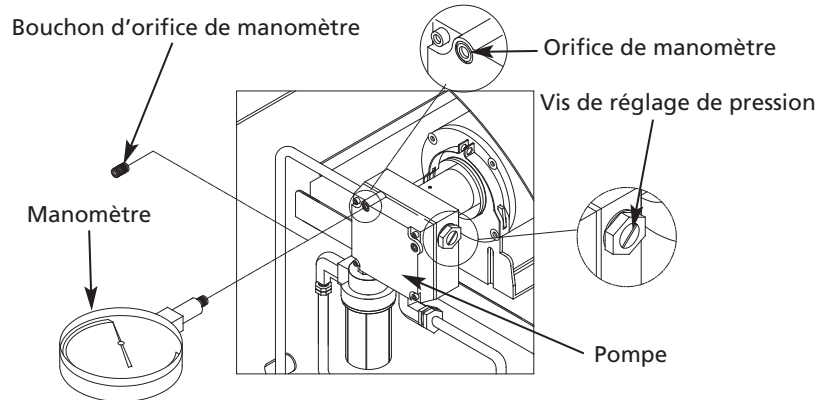

Figure 20 – Réglage de la pression de la pompe
- Installer le manomètre dans l'orifice (voir la Figure 20).